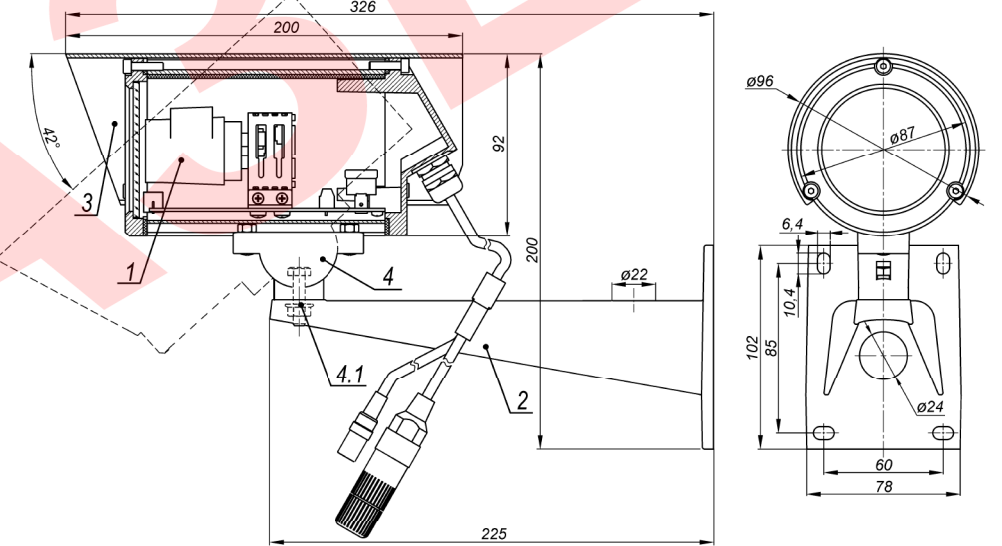

Рис.1 Состав изделия. Габаритные и установочные размеры
8. Ослабив болт (поз.4.1 рис.1) фиксации шарнира, установить видеокамеру на нужное направление обзора, после чего надёжно зафиксировать шарнир, затянув болт.
1. Установить кронштейн (поз.2 рис.1) на штатное место, закрепить на нём термокожух с видеокамерой (поз.1 рис.1).